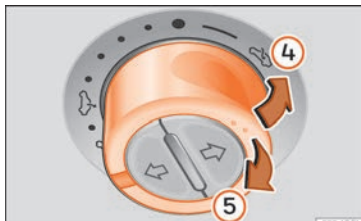

Abb. 16 Im Dachhimmel: Schalter zum Ausstellen oder Absenken des Dachs drücken bzw. ziehen.
- Hochfahren: Drücken Sie den Schalter auf die Position » » **Abb. 16** ④. Zum Einstellen einer Zwischenposition betätigen Sie den Schalter bis die gewünschte Position erreicht ist.
- Senken: Ziehen Sie den Schalter auf die Position » » **Abb. 16** ⑤. Zum Einstellen einer Zwischenposition betätigen Sie den Schalter bis die gewünschte Position erreicht ist.